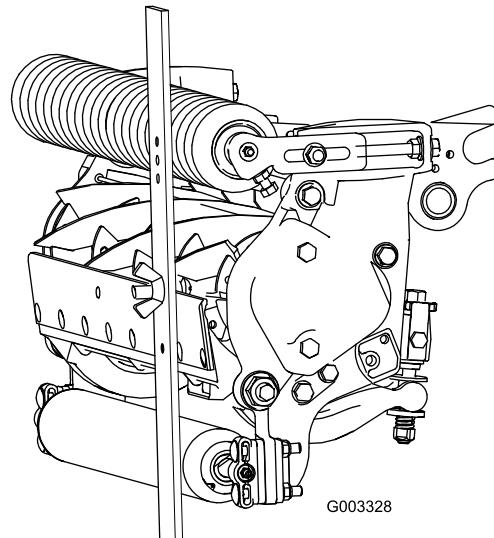

Figura 16
3. Enganche la cabeza del tornillo sobre el filo de la contracuchilla y apoye el extremo trasero de la barra sobre el rodillo trasero (Figura 16).
4. Gire el tornillo de ajuste hasta que el rodillo delantero entre en contacto con la barra de ajuste (Figura 16). Ajuste ambos extremos del rodillo hasta que el rodillo esté paralelo a la contracuchilla en toda su longitud.